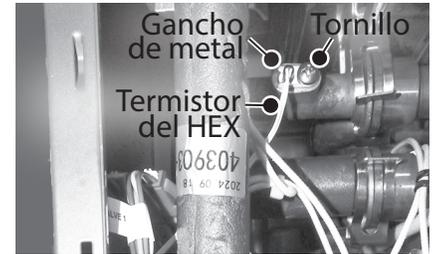

Figura 75 - Conjunto de termistor de salida
21 Ubique el termistor de salida del intercambiador de calor como se muestra en la Figura 75.
22 Ubique el tornillo que fija el termistor de salida del intercambiador de calor. Consulte la Figura 75. Use un destornillador Phillips para retirar el tornillo y el gancho de metal. Retire el tornillo y déjelo a un lado en un lugar seguro para volver a instalarlo. Deseche el gancho de metal.
- 26** Instale el nuevo termistor de salida del intercambiador de calor en el calentador de agua. Consulte la Figura 75. Fije con el nuevo gancho de metal y el tornillo que se retiró en el Paso 22.